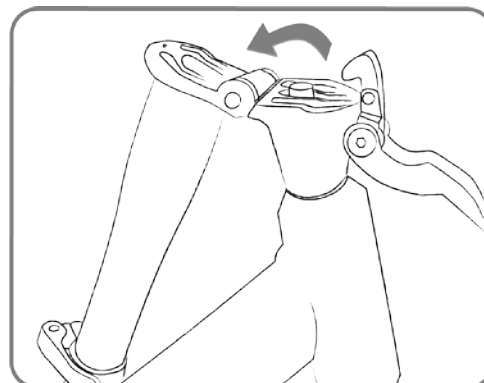
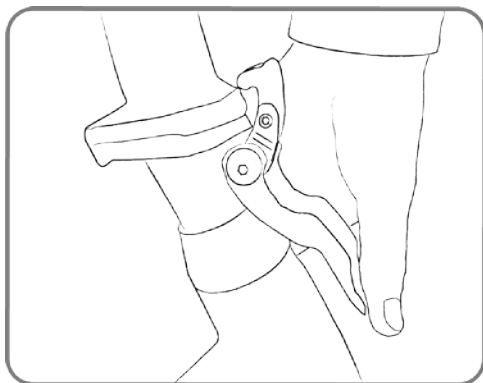

fig. 5
fig. 4
5. Ontgrendel de klem in de stuurbuis (fig. 4) en vouw het stuur voor het zadel (fig 5) langs tot deze tegen de rechter zijkant van de fiets steunt. (Let op dat de kabels niet achter het zadel blijven hangen).